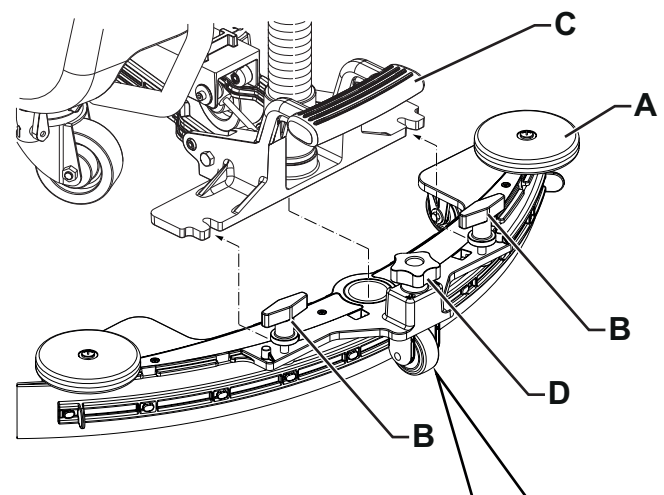

Afbeelding 3
1. Controleer of het REV-schrobdek (37) omhoog staat.
2. Schakel de machine uit met de knop (42) en verwijder de bedienerssleutel (51).
3. Afhankelijk van de uit te voeren werkzaamheden installeert u de pad (A, Afb. 3) of de borstel (C, optioneel) aan de hand van de volgende aanwijzingen:
- Plaats de pad (A) onder het schrobdek en druk deze aan totdat hij is bevestigd aan het klittenband van de schijf (B).
- Plaats de borstel (C, optioneel) onder het schrobdek en laat de centreerpennen (D) in de betreffende openingen in de schijf (B) grijpen en bevestig de borstel met de drie bevestigingsschroeven (E).